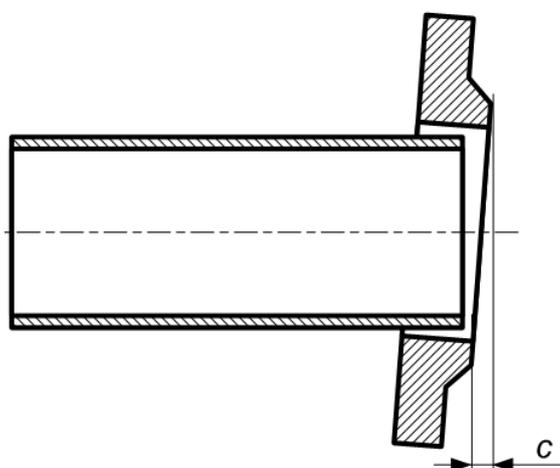

Рис.4. Допуск на перпендикулярность уплотнительной поверхности фланца.
3.3.2.3. Приварить фланцы к прямолинейным отрезкам трубы, обеспечивая перпендикулярность прилегающей к расходомеру (уплотняющей) поверхности фланца оси привариваемого отрезка трубы (рис.4).